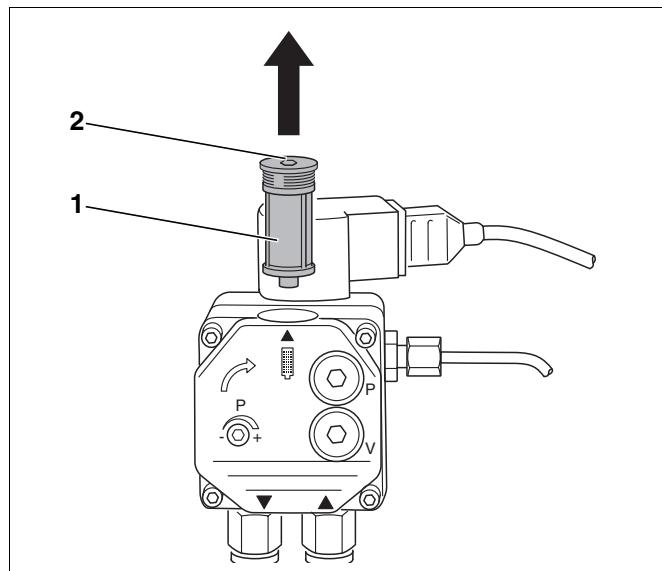

Рис. 20 Проверка фильтра – топливного насоса Danfoss
- Открутить расположенный сверху болт с внутренним шестигранником (Рис. 20, **поз. 2**).
- Вынуть вверх фильтр топливного насоса (Рис. 20, **поз. 1**).
- Очистить фильтр топливного насоса (Рис. 20, **поз. 1**) промывочным бензином, если требуется, заменить его, и вновь установить на прежнее место.